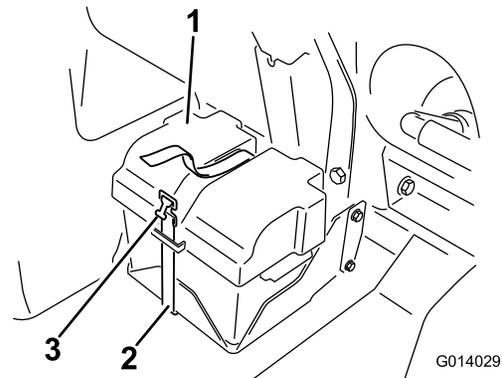

Bild 48
3. Setzen Sie die Batterieabdeckung auf und befestigen sie mit dem vorher entfernten Riemen (Bild 48).